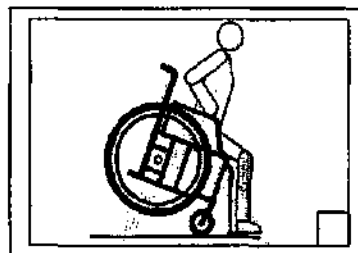

Рис. 1
6.1. Не наступайте на опоры подножки при пересадке или вставание с коляски. Это может привести к опрокидыванию коляски (рис.1)